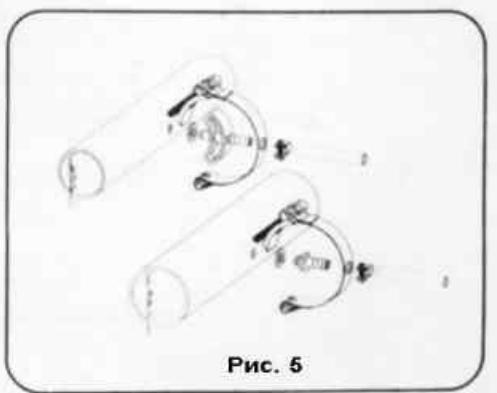

Рис. 5
8. **ВХОДНОЕ СОЕДИНЕНИЕ:** выберите на трубопроводе место для соединения с входным отверстием дозатора, как описано в пункте 2. Просверлите в трубопроводе отверстие диаметром 3/8" (10 мм) и снимите заусенцы. Вставьте в отверстие соединительный патрубок для трубы дозатора, предварительно установив на патрубок уплотнительную прокладку, и закрепите патрубок с помощью хомута (рис. 5).